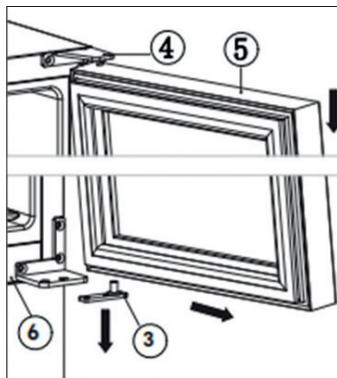

Рис. 2
- Медленно потяните дверь ⑤ наружу (следуйте направлению стрелки на рисунке 2), чтобы снять нижнюю петлю ②, и продолжайте медленно тянуть дверь ⑤ вниз, пока не снимите ее с верхней правой петли ④, снимите пластину нижней петли ③ с отверстия оси двери (Рис. 2).